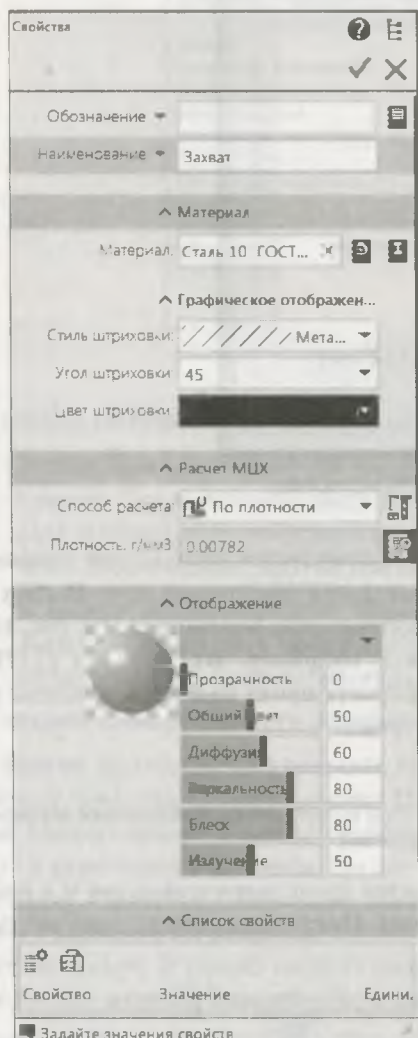

Рис. 23.10. Панель **Параметры: Свойства**
- ♦ в *Дереве модели* щелкните дважды ЛК по корневому элементу, который по умолчанию системой обозначается *Деталь (Тел-1)*. Раскроется панель **Параметры: Свойства** (рис. 23.10) со **Списком свойств** текущего документа. В список входят как системные, так и дополнительные свойства, которые задаются пользователем, остальные задаются автоматически. Для задания свойств: